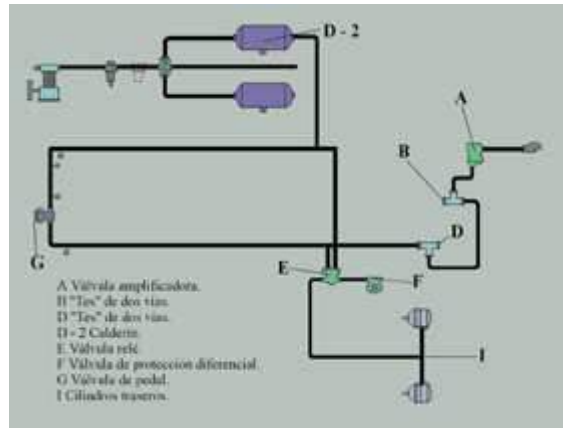

Fig. 49
- Circuito número 2.- Frenos de servicio delantero del vehículo tractor y servicio del remolque (**fig. 49**).
Circuito número 2: freno de servicio trasero del vehículo tractor y freno de servicio del remolque (fig. 49)